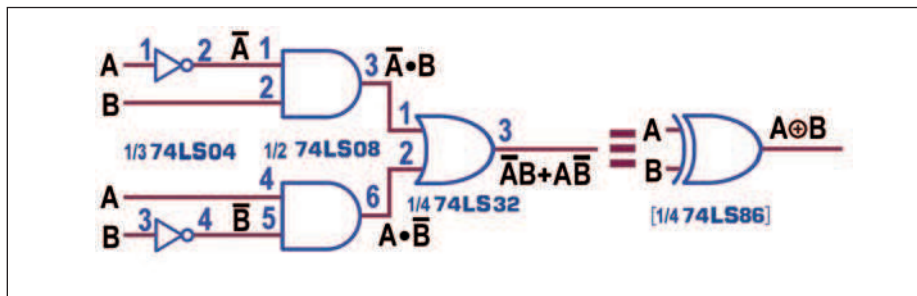
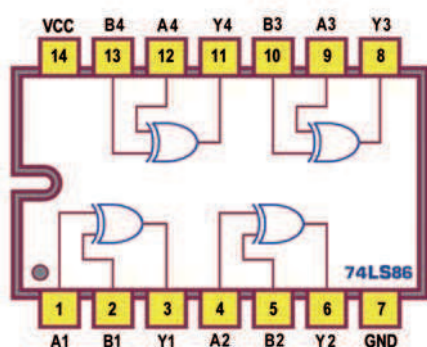
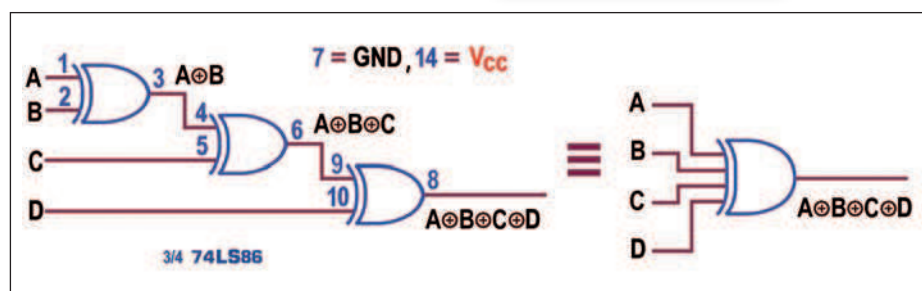

Figura 14:
Figura 16: Quad 2-input Exclusive-OR Gates 74LS86: Pin-out.
Figura 15: Exclusive-OR Gates 74LS86: Combinazione di porte logiche OR-EX.
Tra le possibili funzioni booleane a 2 ingressi ce n'è una che merita particolare rilevanza: è *vera* (cioè lascia un 1 in uscita) se i suoi ingressi sono *diversi* tra loro; la sua *Tabella di Verità* è mostrata in **figura 14 a** e differisce da quella dell'operatore fondamentale OR (vedi **figura 6**) solo perché *esclude* la possibilità che la funzione sia vera quando entrambi gli ingressi sono a 1: per questo è detta OR ESCLUSIVO (o OR-EX o XOR). La teoria booleana definisce per essa l'equazione
cioè la *somma logica* (OR) di due *prodotti logici* (AND), con la presenza, in ingresso, di 2 variabili negate; è una buona occasione per dimostrare che "ogni formula è un circuito": l'equazione è immediatamente traducibile in quello mostrato in **figura 14 b**. La particolarità di questa funzione è evidenziata anche dal simbolo utilizzato per rappresentarla: un cerchietto contenente il segno +. Anche la XOR gode della proprietà associativa che consente di *porre in cascata* una o più porte, condizione indispensabile per poter gestire più di 2 variabili, come si vede nell'esempio di **figura 15**.
La serie TTL prevede per l'operatore OR ESCLUSIVO il componente **74LS86**, contenente 4 porte logiche a 2 ingressi; la **figura 16** propone il suo *pinout*. La disponibilità di una porta integrata (in grado cioè di sintetizzare il circuito di **figura 14 b**) facilita il progetto logico quando è necessaria la funzione OREX e ne ottimizza costi e prestazioni. Le **figure 17, 18** e **19** mostrano rispettivamente lo *schema funzionale*, lo *schema pratico* e il *simbolo logico* internazionale del componente *Quad 2-input Exclusive-OR Gates*, come è definito dai *datasheet*. In verità è disponibile anche il componente **74LS136** *pinout compatibile* e logicamente del tutto